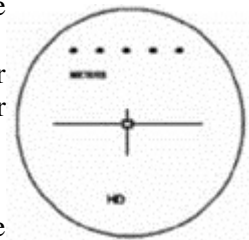

Figure 3: Affichage de l'écran en mode de prise de mesure
6. Placez-vous sur la prise de mesure de l'appareil et faites apparaître « HD » sur votre écran à l'aide des boutons ▲ et ▼ (vous devriez alors voir s'afficher la représentation de la figure 3).